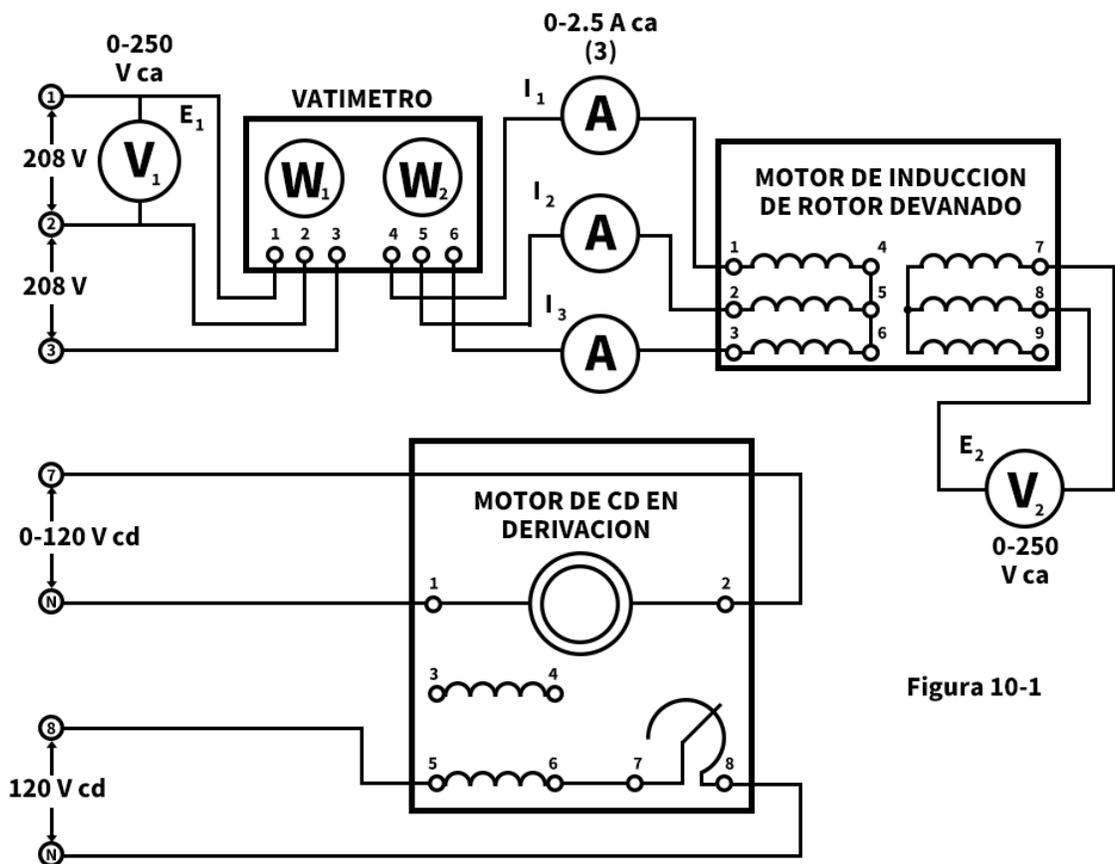

Figura 10-1
4. Conecte el circuito que se ilustra en la Figura 10-1, utilizando los **Módulos EMS de motor/generador de cd, motor de rotor devanado, vatímetro trifásico, fuente de alimentación y medición de ca.**